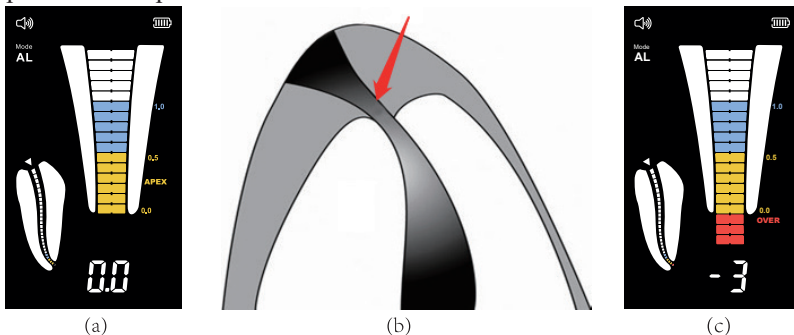

Bild 7
a) När indikeringsstapeln når positionen för visaren 0,0 [bild 7(a)], [bild 7(b)] och "APEX" visas på skärmen har endofilen nått den anatomiska apikala foramen. På grundval av den uppmätta längden, subtrahera 0,5-1,0 mm för att få arbetslängden.
b) När indikeringsfältet når det röda området "OVER" [bild 7(c)] indikerar det att endofi-